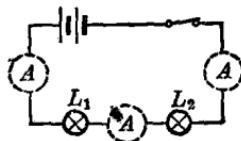

图 72
(1) 观察安培計的刻度盤和接綫柱。怎样从刻度盤来确认它是安培計？利用哪两个接綫柱的时候，安培計的量度範圍較大？利用哪两个接綫柱的时候，量度範圍較小？各是多少？
(2) 參照图 72，把电鍵、电池組、两个小电灯 L_1 和 L_2 組成串联电路。然后用安培計依次量度电池組正极和 L_1 之間的电流强度， L_1 和 L_2 之間的电流强度， L_2 和电池組負极之間的电流强度。
(3) 根据步驟(2)里量出的三个电流强度回答：串联电路中各处的电流强度有什么关系？